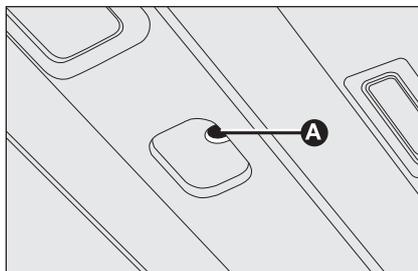

fig. 98
- introdurre nella sede **A-fig. 98** la chiave in dotazione e ruotare: